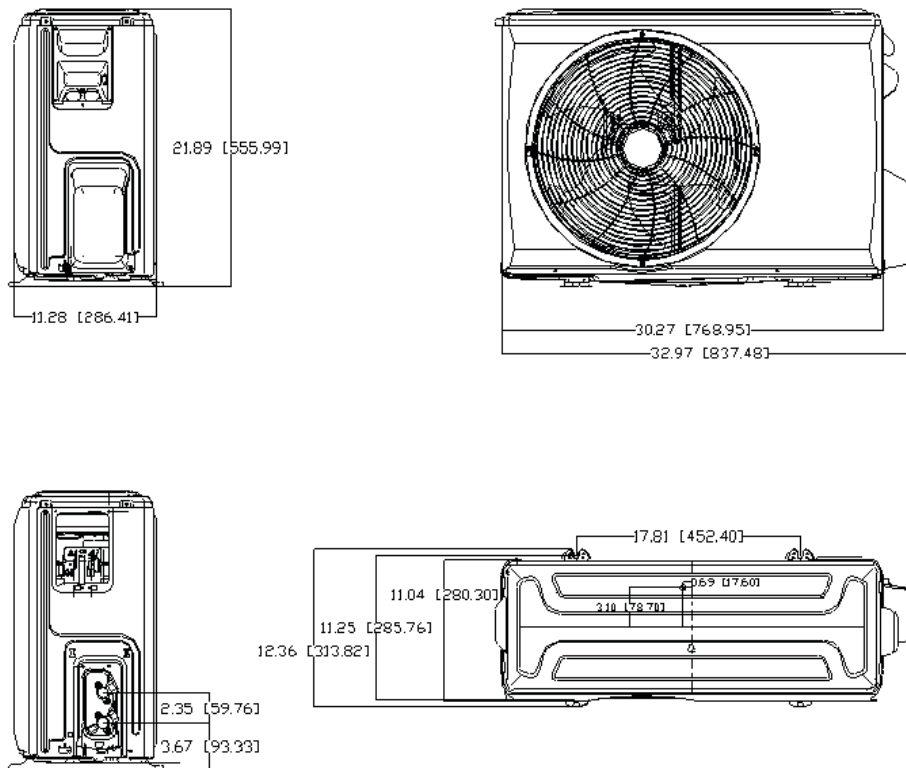

Fig. 3 – Capacité 12K (115 V)
2. Utilisez une base rigide pour soutenir l'appareil dans une position de niveau. Si l'appareil doit être fixé à la dalle (codes locaux, conditions ambiantes), boulonnez celui-ci au travers des découpes prévues à cet effet sur son plateau. Consultez le schéma de montage de l'appareil (figure 3) pour déterminer la taille du plateau et l'emplacement des découpes. Pour en savoir davantage sur les dispositifs d'arrimage résistants aux ouragans et la certification PE (Ingénieur Professionnel), communiquez avec votre distributeur. Pour les applications soumises à des conditions extérieures extrêmes, consultez le document « Directive d'application en climat froid, sans conduits ».